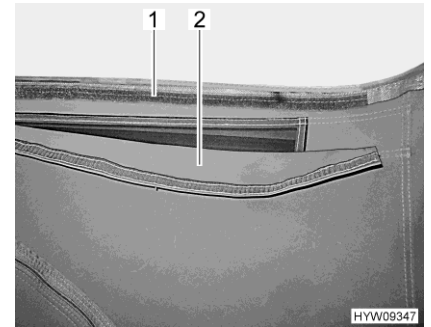

Fig. 60 Ventilación (abierta)
- Tirar la ventana de lona (Fig. 60,2) hacia arriba y apretarla contra la cinta velcro (Fig. 60,1).